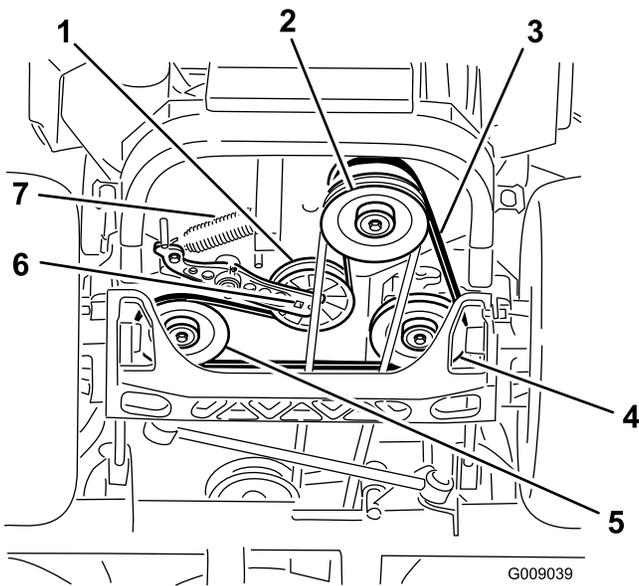

Figura 75
4. Sollevare la macchina e sostenerla su cavalletti (Figura 75).
5. Utilizzate un cricchetto nel foro quadrato del braccio di rinvio per rimuovere la molla del tenditore (Figura 75).
6. Sganciate la molla del tenditore dal telaio (Figura 75).
9. Utilizzate un cricchetto nel foro quadrato del braccio di rinvio per installare la molla del tenditore sul telaio (Figura 75).